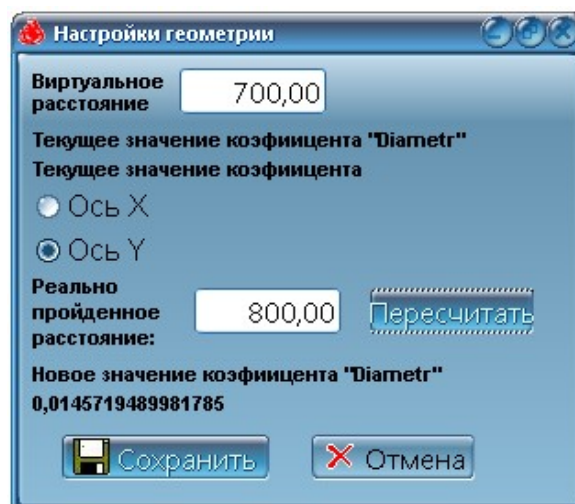

рисунок 54. Коэффициент Diameter
10. После нажатия кнопки «Пересчитать» появится новое значение коэффициента Diameter и станет активной кнопка «Сохранить». Нажать кнопку «Сохранить» (рисунок 54. Коэффициент Diameter).